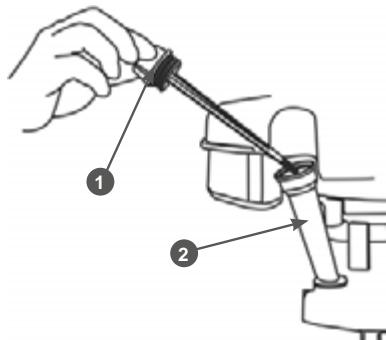

Рис. 12 Крышка-щуп маслозаливной горловины
- Открутите крышку-щуп 1 маслозаливной горловины и извлеките щуп (Рис. 12).
2. Открутите крышку-щуп 1 маслозаливной горловины и извлеките щуп (Рис. 12).